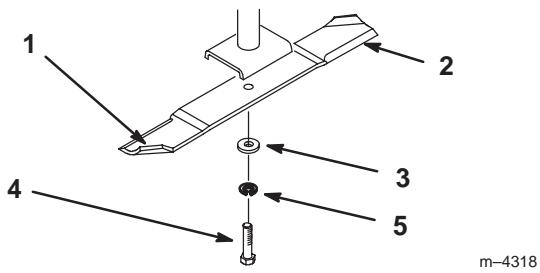
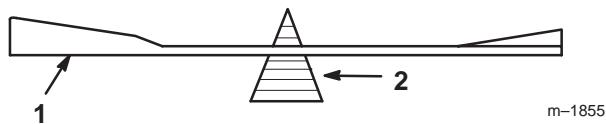

Figure 30
Figure 32
Tenez la lame à son extrémité avec un chiffon ou un gant épais. Retirez l'écrou de lame, la rondelle plate, la rondelle Grower et la lame de l'axe (Fig. 30).
2. Vérifiez l'équilibre de la lame en la plaçant sur un équilibrEUR (Fig. 32). Si la lame reste horizontale, elle est équilibrée et peut être utilisée. Si la lame est déséquilibrée, limez un peu l'extrémité de la partie incurvée seulement (Fig. 30). Répétez la procédure jusqu'à ce que la lame soit équilibrée.
1. Placez la lame sur l'axe (Fig. 30).
2. Installez la rondelle plate, la rondelle Grower et le boulon de fixation de la lame (Fig. 30). Le boulon de lame doit être serré à 115–150 Nm.